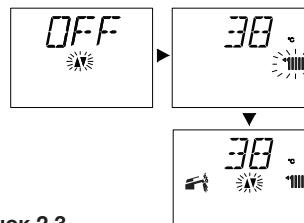

Рисунок 2.3
- На ЖК-дисплее последовательно отобразятся следующие символы (Рисунок 2.3).